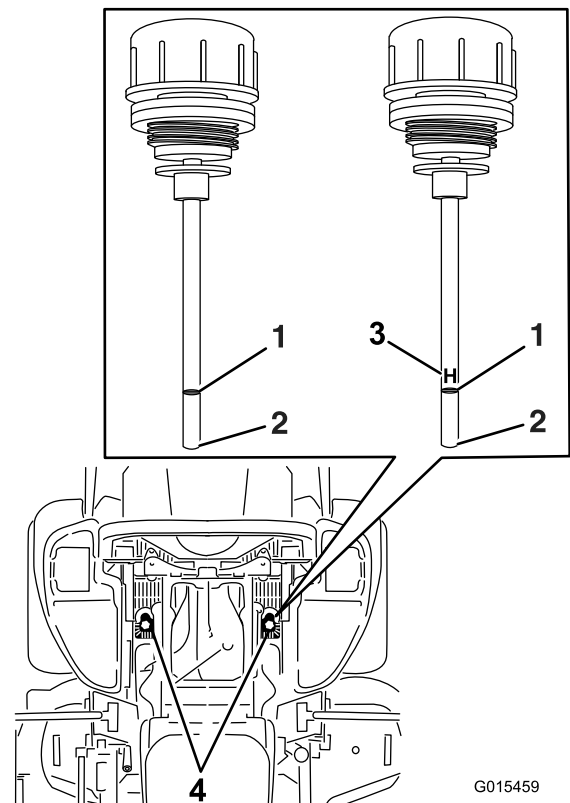

Bild 103
5. Reinigen Sie den Bereich um die Peilstäbe der Hydraulikanlagenbehälter (Bild 103).
6. Nehmen Sie einen Peilstab aus dem Hydraulikbehälter heraus (Bild 103).
8. Ziehen Sie den Peilstab heraus und schauen Sie das Ende an (Bild 103).